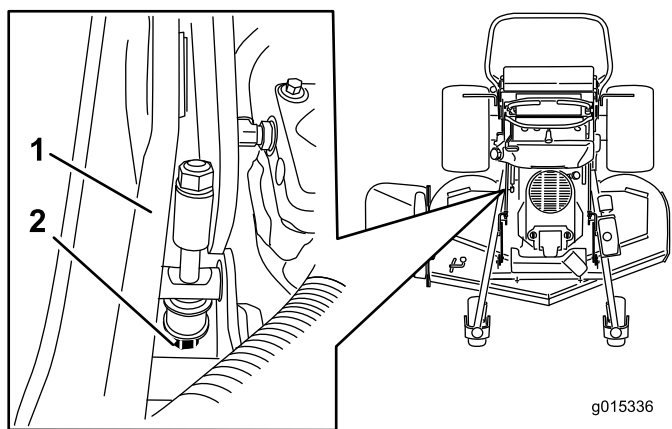

Figura 88
5. Se non corrisponde a questa misura, individuate l'asta dell'altezza di taglio sul lato destro della macchina (Figura 88).
6. Regolate il bullone di regolazione fino a quando la misurazione effettuata sulle punte delle lame non fornisce un valore di 7,6 cm (Figura 88).